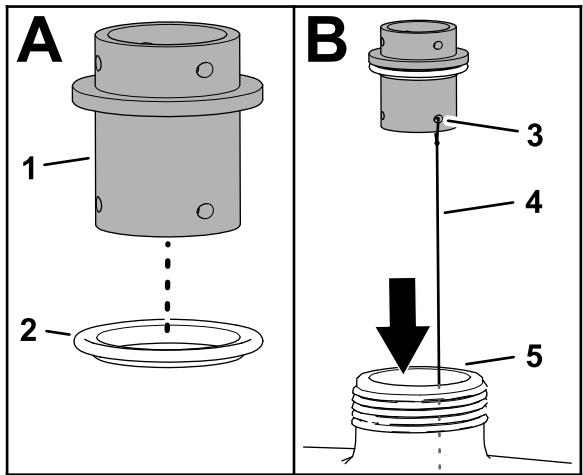
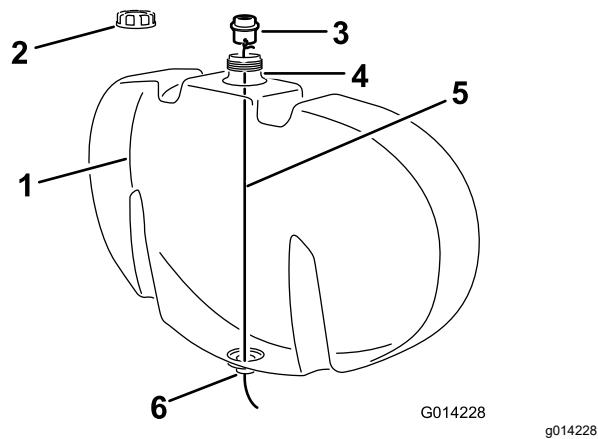

Figure 5
Figure 6
- Placez un joint transparent sur le raccord de traversée, comme montré à la Figure 5.
- Attachez un fil d'environ 122 cm de longueur dans l'un des trous de l'étrier de fixation du raccord de traversée, comme montré à la Figure 5.
- Si le bouchon est en place, retirez-le du réservoir de rinçage (Figure 6).
- Descendez le fil par l'ouverture dans l'orifice de remplissage du réservoir et faites-le passer par le trou au fond du réservoir (Figure 5 et Figure 6).